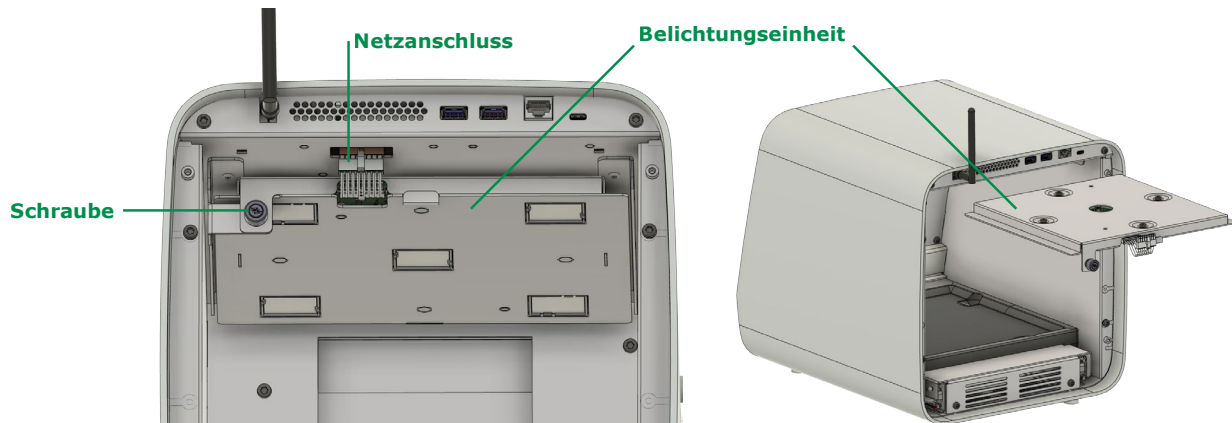

Abbildung 10.3: Austauschen der Belichtungseinheit
- 6) Wenn eine Lichtquelle nicht funktioniert, gar keine Lichtquelle funktioniert oder die Belichtung auf einer Seite dunkel erscheint, müssen Sie die Belichtungseinheit gegebenenfalls austauschen (siehe Abschnitt 10.4). Falls die neue Belichtungseinheit nach dem Austausch dunkel bleibt, stellen Sie sicher, dass das Netzkabel mit dem Netzanschluss des Produkts verbunden ist (siehe Abbildung 10.3) und dass die hintere Abdeckung **B7** ordnungsgemäß geschlossen wurde.
- 5) Trennen Sie vorsichtig das Kabel von dem in Abbildung 10.3 als „Netzanschluss“ gekennzeichneten Anschluss.